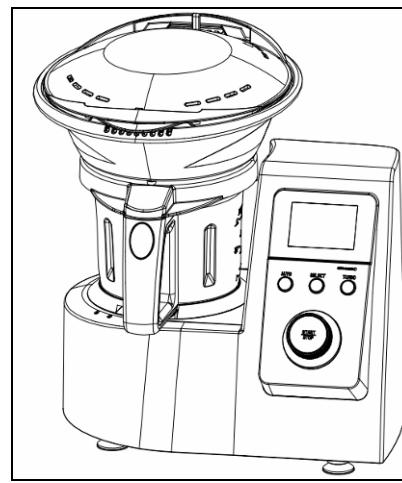

Abbildung 22
Schritt 3: Zum Schluss decken Sie den Dampftopf ab (Abbildung 22), Dampfbluft wird nicht austreten.